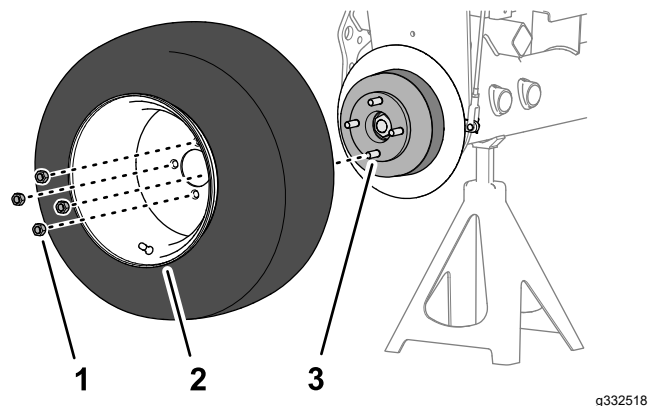

Figura 88
1. Montate la ruota sul mozzo con i 4 dadi a staffa (Figura 88) e serrate i dadi a staffa manualmente.